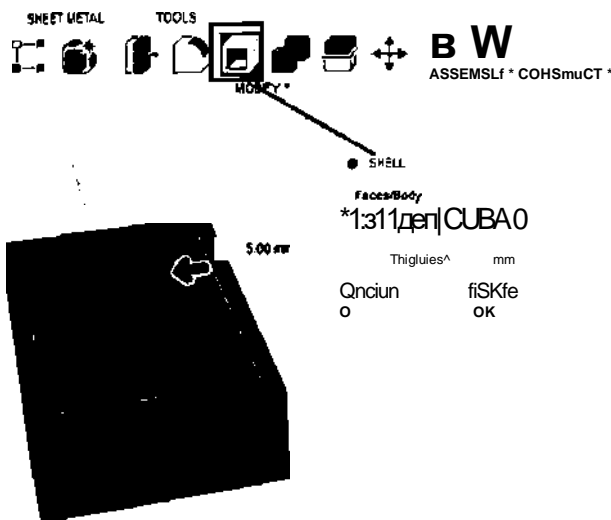

Рис. 13. Создание стенок корпуса с помощью SHELL
6. Создайте стенки корпуса. Выделите компонент «Корпус», кликните по верхней грани заготовки и выберите инструмент SHEET METAL (оболочка). Установите толщину стенки 5 мм. Завершите редактирование (рис. 13).